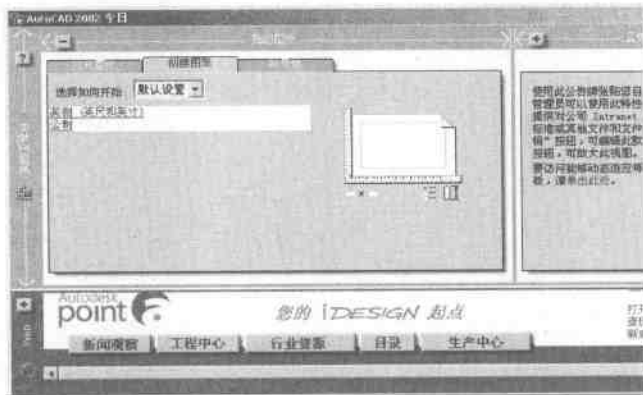

图2-1 【AutoCAD 2002 今日】对话框
- (1) 启动 AutoCAD。
- (2) 选择菜单命令【文件】/【新建】,打开【AutoCAD 2002 今日】对话框,进入【创建图形】选项卡,在该选项卡的【选择如何开始】下拉列表中选择“默认设置”,然后选择【公制】选项开始新图形,如图 2-1 所示。